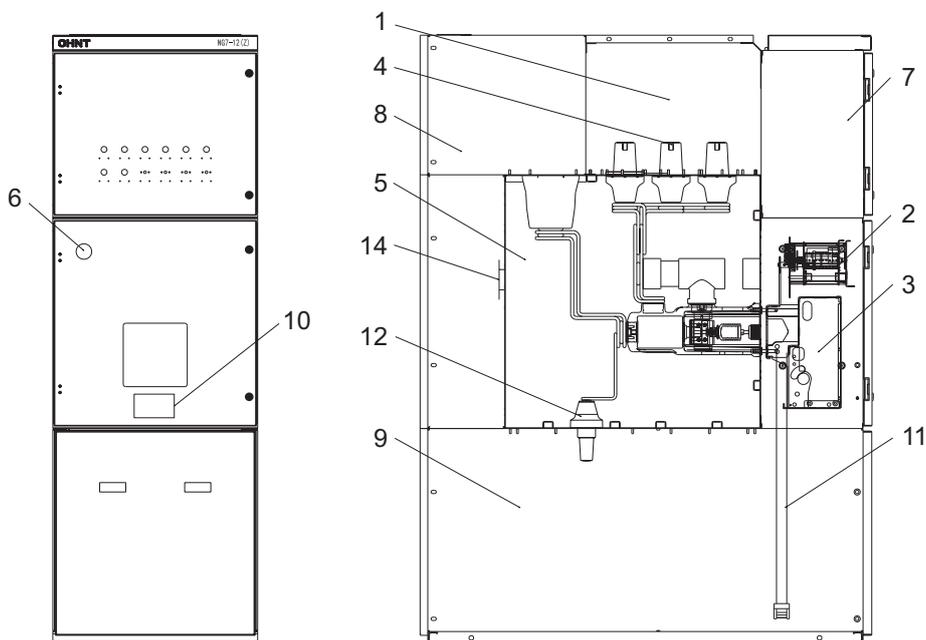
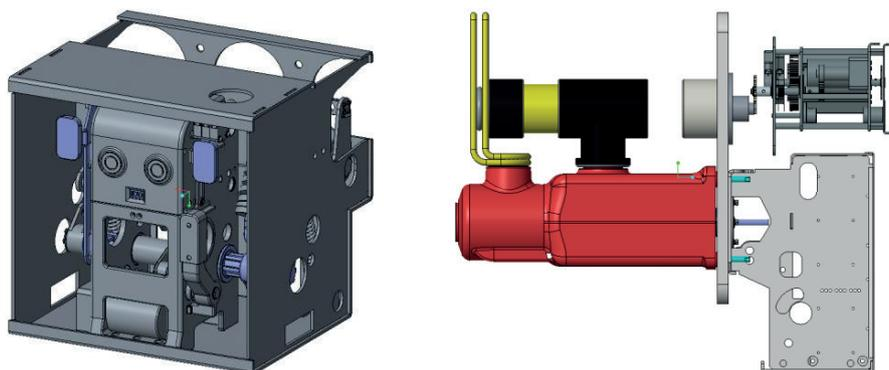
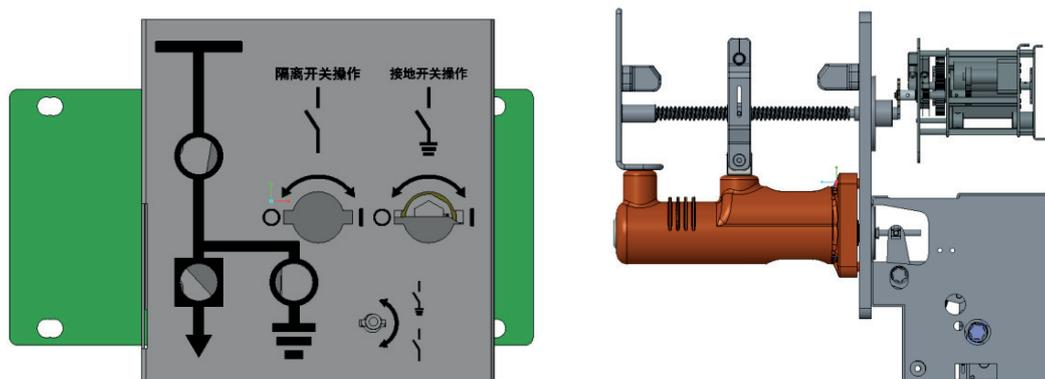

Рис. 3-1 Конструкция ячейки ( $\geq 2000$  A)
Рис. 3-5 Вакуумный выключатель
Рис. 3-6 Трёхпозиционный разъединитель
Ячейка оснащена трехпозиционным разъединителем и вакуумным выключателем (см. рис. 3-5 и рис. 3-6). Они устанавливаются в аппаратном отсеке. Разъединитель может управляться двигателем через передаточный вал. Модуль приводного механизма установлен в низковольтном отсеке (7) для удобства обслуживания (см. рис. 3-1 и 3-2).
- ▶ Разомкните разъединитель, используя рукоятку ручного управления. Вставьте ее в рабочее отверстие разъединителя и вращайте по часовой стрелке (см. рис. 3-6).